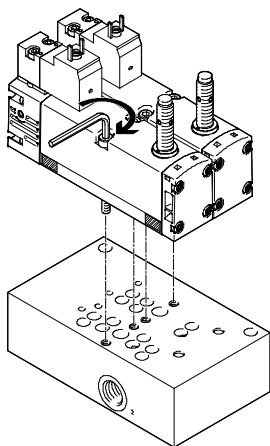

Fig. 10 Infästning av magnetventilerna på styrblocket
- 7. Sätt magnetventilen på styrblocket (→ Fig. 10) och dra åt de två fästskruvarna med en insexnyckel NV3 (tillåtet åtdragningsmoment:  $2 \text{ Nm} \pm 10 \%$ ).